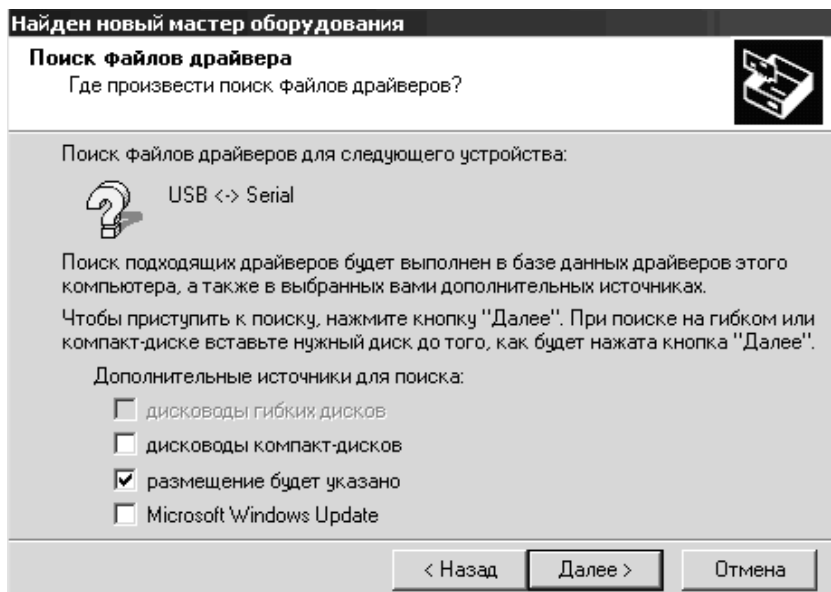

Рисунок 8 – Выбор места поиска драйвера
2) В окне «Поиск файлов драйвера» поставьте флаг  в строке «размещение будет указано» (см. рисунок 8).